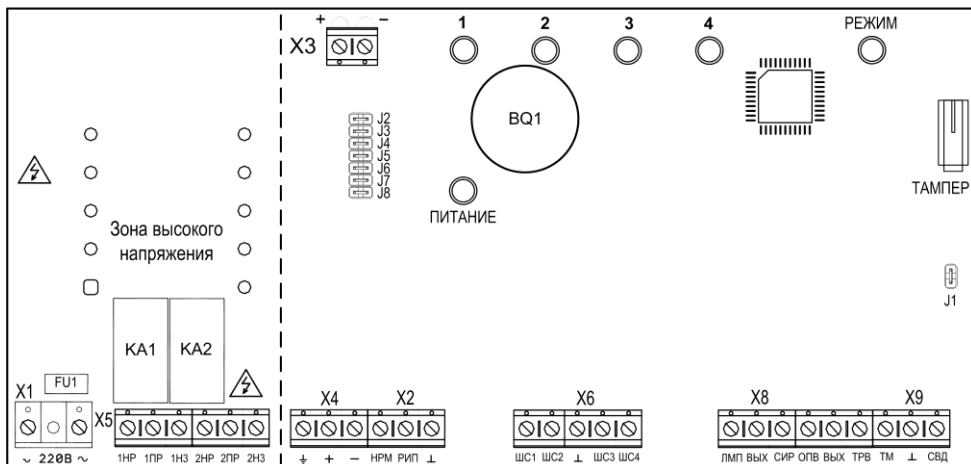

Рис. 12 Плата БШС4П
Прибор Карат позволяет подключить до 57-ми блоков расширения БШС4П. Подключение блока к прибору осуществляется по 2-х проводной адресной линии. Схема подключения и обозначения клеммников – см. рис.А11, рис.12 и табл.30.
Для перевода блока в режим программирования необходимо, при поданном питании, снять перемычку J1 (рис.12).
2. Нажмите, на 1 секунду, кнопку тампера на плате БШС4П (рис.12).